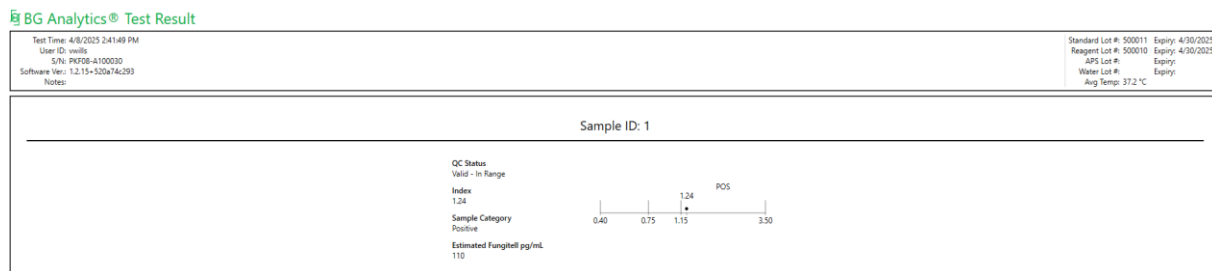

Abbildung 15. BG Analytics®-Testergebnis-Bildschirm
2. BGA erstellt umgehend einen Bericht für den abgeschlossenen Test in Form des **BG Analytics®-Testergebnis**-Bildschirms (siehe Abbildung 15).